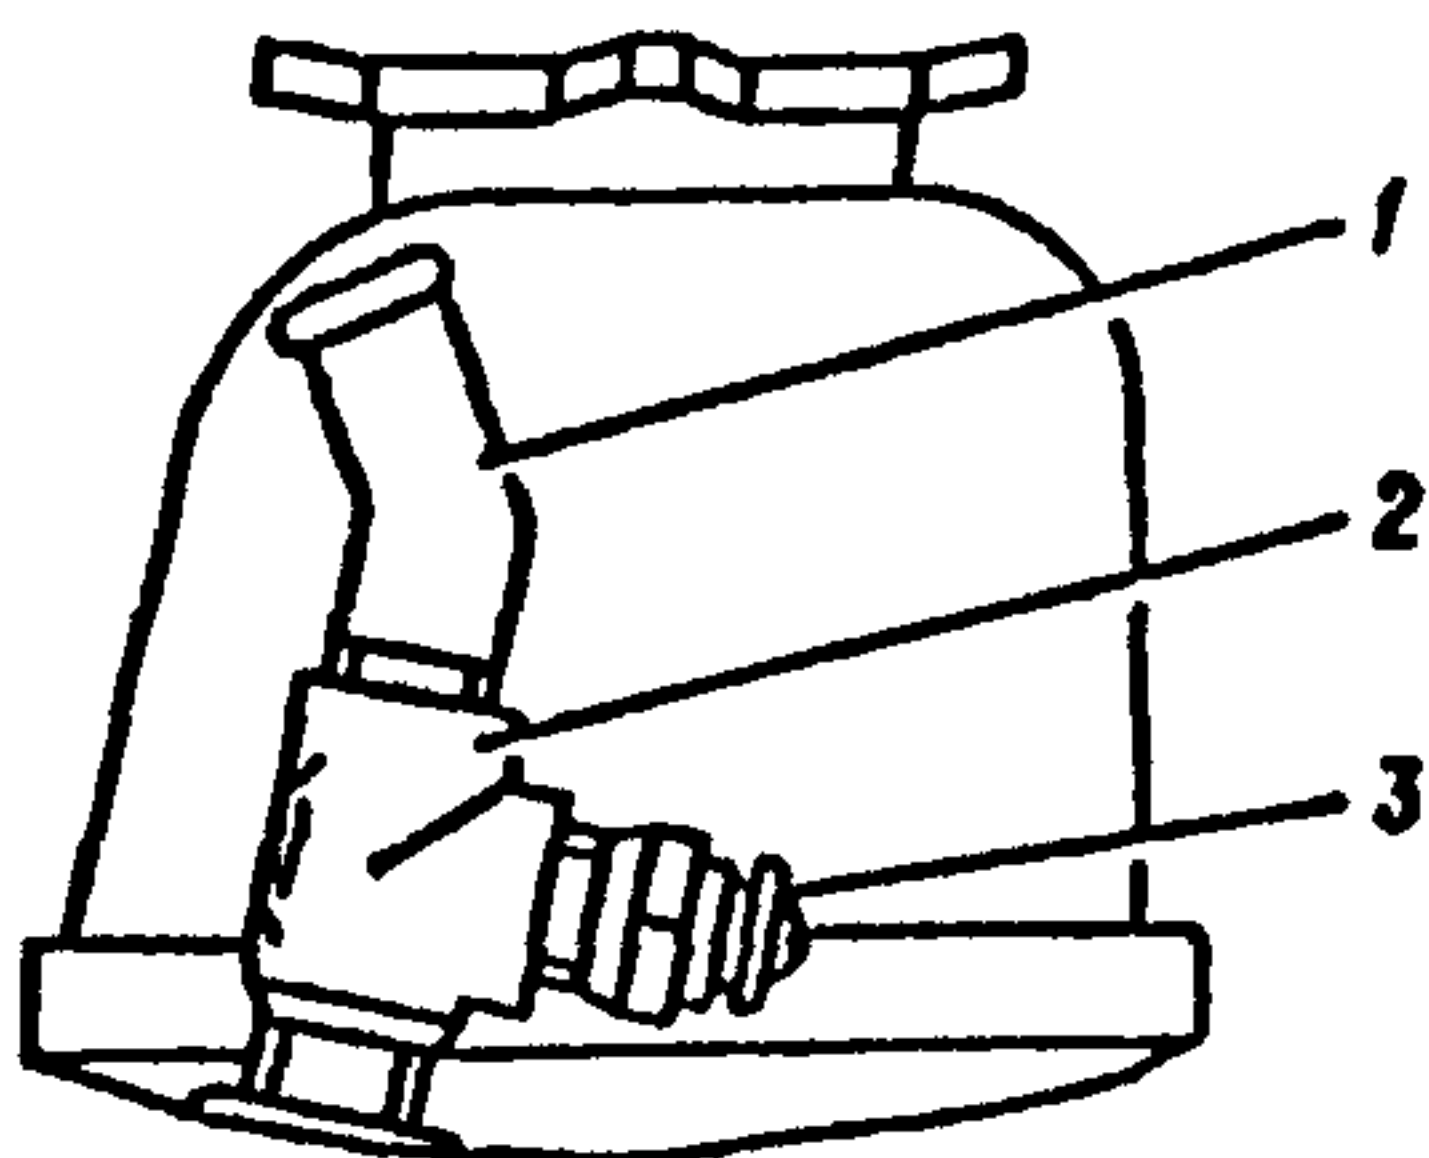

Рис. 5.18 Установка штуцера отбора охлаждающей жидкости для испарителя
3) вывернуть из корпуса термостата датчик указателя температуры охлаждающей жидкости и вернуть на его место переходный штуцер 2 (рис. 5.18). Ввернуть в переходный штуцер датчик 3 и угловой штуцер 1 как показано на рисунке;